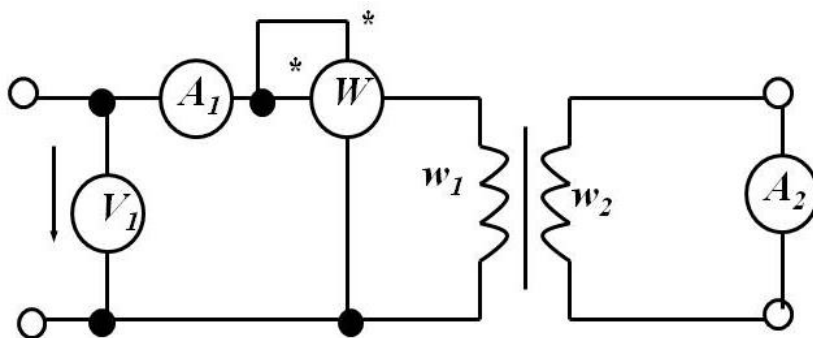

Рисунок 3. Опыт короткого замыкания
3. Для определения потерь в меди  $P_m$  провести опыт короткого замыкания. Для этого соберите схему, изображенную на рис. 3. Увеличивая первичное напряжение, получить номинальный ток во вторичной обмотке. Данные запишите в таблицу в графу короткое замыкание.